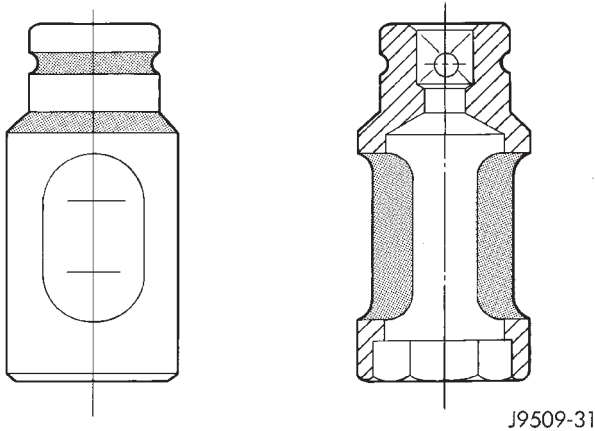
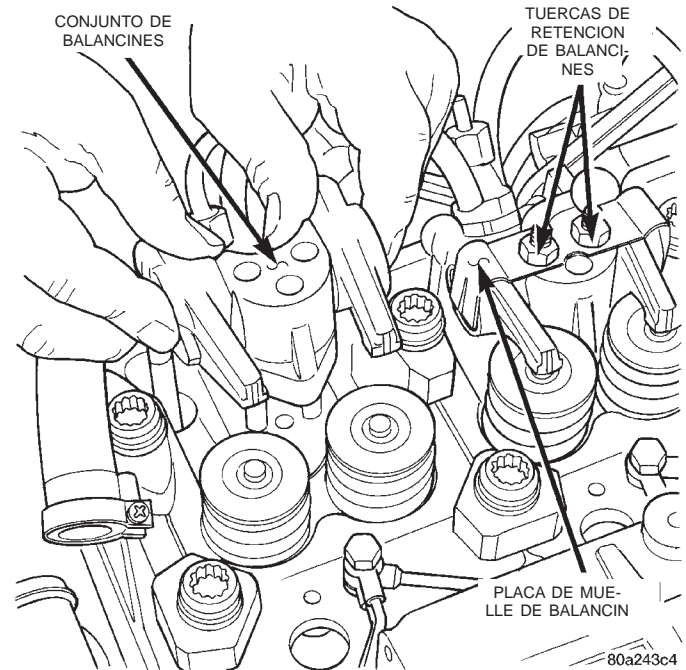

Fig. 32 Herramienta de inyector de combustible VM.1012
Fig. 34 Tuercas de retención de los balancines
(21) Retire la manguera de ventilación del cárter de la parte trasera de la tapa de válvulas.
(22) Retire el cable del sensor de inyector y el cable caliente de bujía de precalentamiento.
(23) Retire los tubos de combustible y el filtro de combustible. Consulte el grupo 14, Sistema de combustible para obtener más información sobre los procedimientos.
(24) Retire los tubos de combustible de inyectores de los inyectores a la bomba.
(25) Retire los inyectores de combustible con la herramienta VM.1012 (Fig. 32). Consulte el grupo 14, Sistema de combustible.
(26) Retire la tapa de la culata de cilindros del motor.
(27) Retire las tuercas de retención de los balancines (Fig. 34).
(28) Retire el conjunto de balancines. Colóquelos sobre un banco en el mismo orden en que se retiraron.